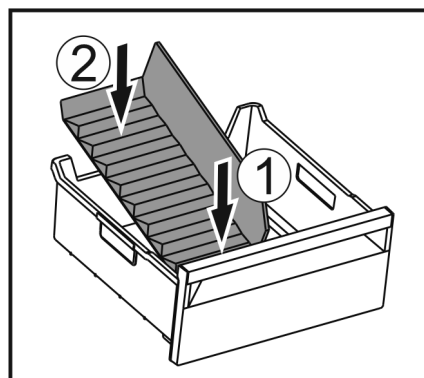

Fig. 214
- Introduceți partea frontală a separatorului pentru compartimentul de gheață. Fig. 214 (1)
- Coborâți partea posterioară a separatorului pentru compartimentul de gheață până la baza sertarului. Fig. 214 (2)